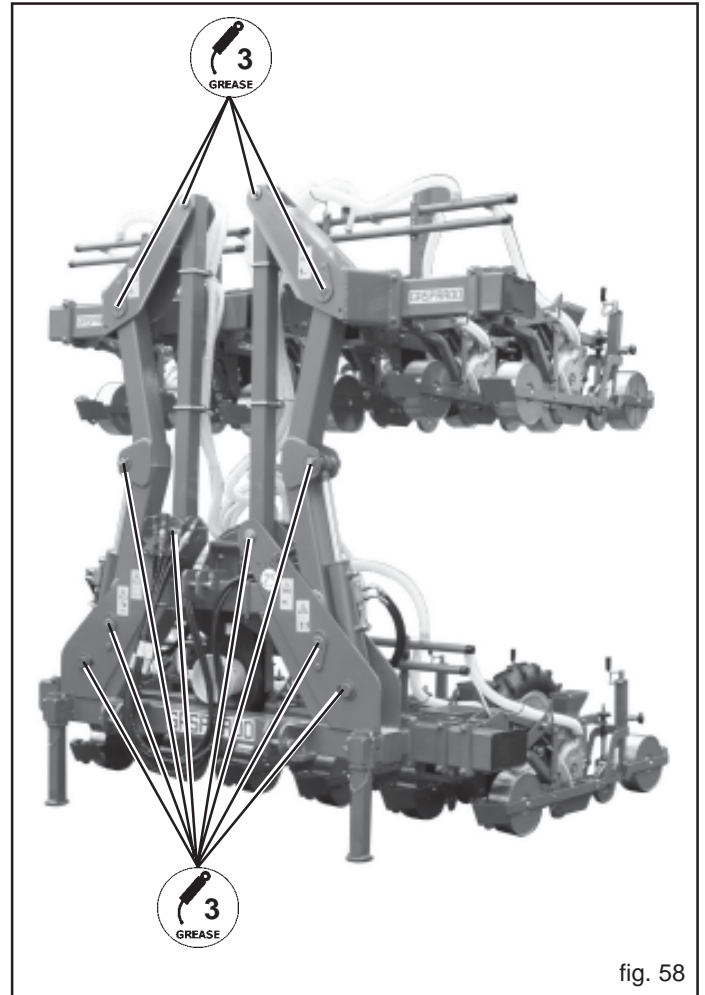

fig. 58
- Die Rahmengelenke schmieren (3 Abb. 58).